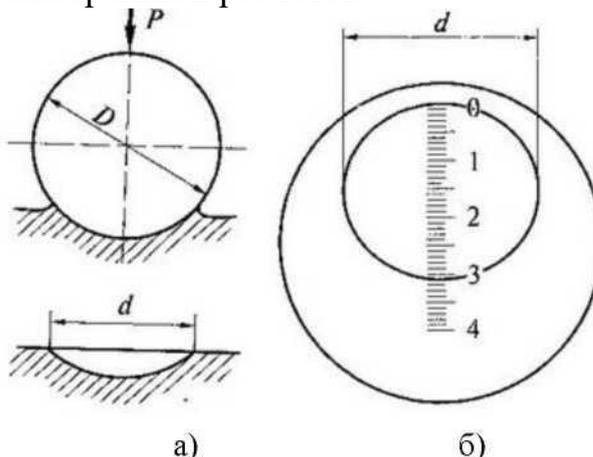

Рисунок 1.1 – Схема испытания на приборе Бринелля(а) и схему измерения диаметра отпечатка(б)
1. Изобразить схему испытания на приборе Бринелля и схему измерения диаметра отпечатка (рис. 1.1).